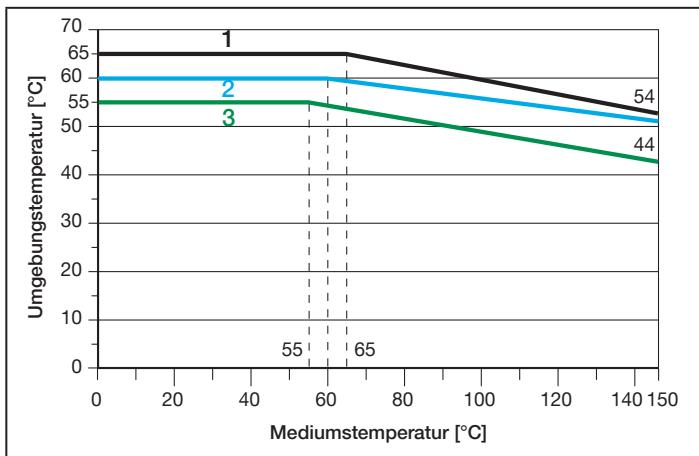
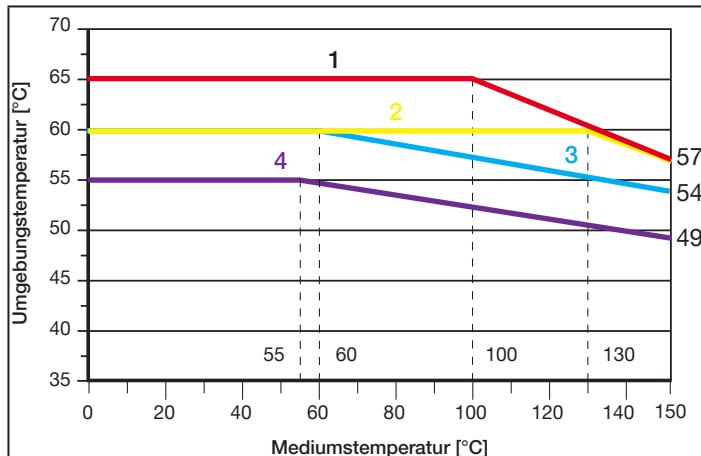

Bild 8: Temperaturdiagramm AG2
Bild 9: Temperaturdiagramm AG3
- **Umgebungstemperatur:** abhängig von der Mediumstemperatur. Siehe „Bild 8“ und „Bild 9“.
Abhängigkeiten von Umgebungstemperatur und Mediumstemperatur beachten. Siehe „Bild 8“ und „Bild 9“.